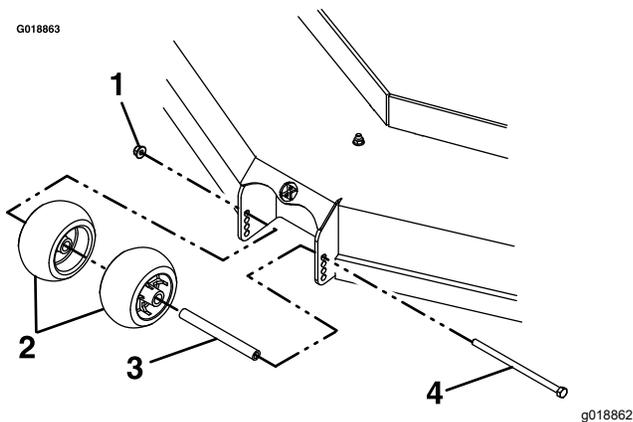

Figura 30
4. Después de ajustar la altura de corte, ajuste los rodillos protectores del césped retirando las fijaciones de montaje (Figura 30).
6. Apriete la contratuerca ($\frac{3}{8}$ ") a 41-47 N·m (30-35 pies-libra), como se muestra en la Figura 30.